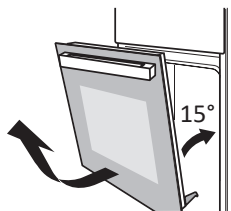

Рис. 2
2. Закройте дверцу духового шкафа примерно на 15°, поднимите и медленно снимите дверцу (рис. 2).